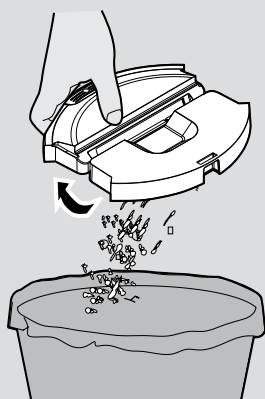
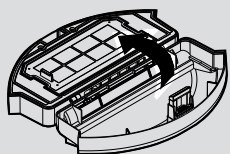

Fig. 8
Fig. 9
3. Despeje o recipiente de pó sobre um caixote de lixo. [Fig. 8]
2. Despeje o depósito de pó. [Fig. 8] Abra o recipiente de pó, remova a malha do filtro com o filtro em conjunto, em seguida, remova o filtro EPA da malha do filtro e limpe-os separadamente. A montagem é feita na ordem inversa, certifique-se de que o filtro está montado corretamente. [Fig. 9]